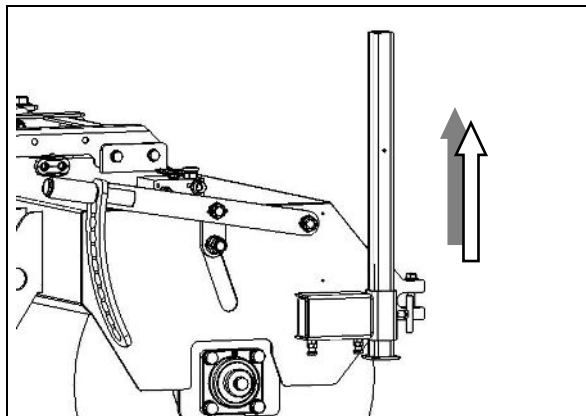

Fig. 4.9
- Ved en frifejende fejmaskine Profi 660, skal begge støttebenene (fig. 4.9) positioneres oppe og sikres med drejeskruer.